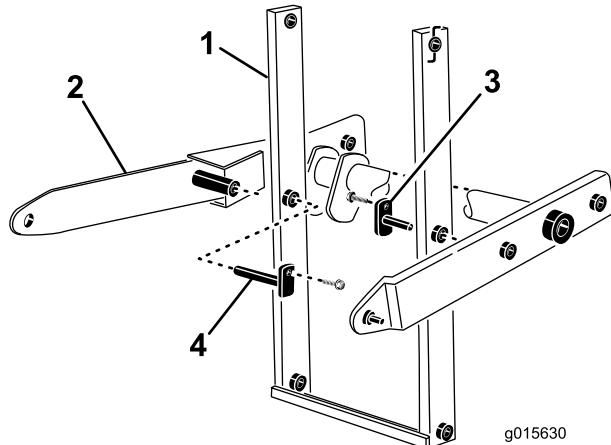

Figura 16
- Instale os pinos de montagem soldados curto e comprido através do conjunto do braço e do conjunto do braço de elevação principal (Figura 16).